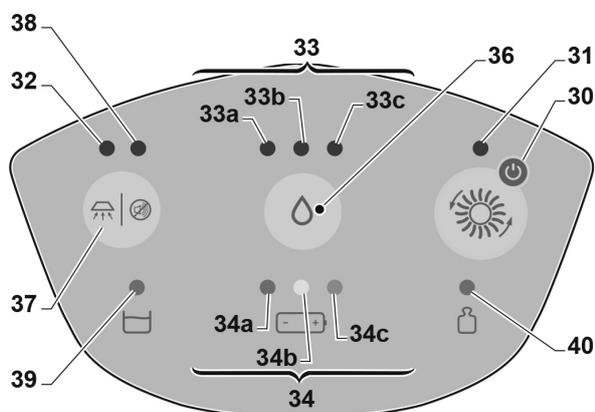

Abb. 13: Bedienfeld
## 9.2 Bedienfeld (Abb. 13)
### Starttaster (Pos. 30, Abb. 13)
Wenn Sie den Starttaster drei Sekunden lang gedrückt halten, lässt er die Spannungsversorgung der Stromkreise zu; die LED (Pos. 31, Abb. 13) leuchtet und zeigt an, dass das Kabel angeschlossen ist, die LED (Pos. 32, Abb. 13) für die Einstellung des Saugerbetriebs leuchtet, die LED (Pos. 33a, Abb. 13) für die Einstellung der Wasserversorgung leuchtet, und eine der LED (Pos. 34, Abb. 13), die den Ladezustand der Batterie anzeigt, leuchtet.
Nach 5 Minuten Stillstand schaltet die Maschine automatisch ab; Sie müssen wieder den Taster (Pos.30, Abb. 13) drücken, um sie erneut zu starten.
### Wasserversorgungstaster (Pos. 36, Abb. 13)
Wenn Sie diesen Taster betätigen, kann die Wassermenge, die während des Arbeitszyklus bis zum Abstellen der Versorgung zugeführt wird, durch Schalten von einer Menge zur anderen eingestellt werden; die Menge wird durch eine der LED (Pos. 33, Abb. 13), die anfängt zu leuchten, angegeben.
Die Wasserzuführung kann durch Betätigung des Tasters (Pos. 36, Abb. 13) bis zum Erlöschen aller LED (Pos. 33, Abb. 13) abgestellt werden.
### Sauger-Taster (Pos. 37, Abb. 13)
Schritt 1: Beim Start der Maschine ist der Sauger auf Standardbetrieb eingestellt und die LED (Pos.32, Abb. 13) leuchtet.
Schritt 2: Durch Betätigung des Tasters (Pos. 37, Abb. 13) kann vom Normalbetrieb in den geräuscharmen Betrieb bis zum Abschalten des Saugers geschaltet werden.
Die leuchtende **LED Pos. 32** auf der Abb. 13 zeigt den Normalbetrieb an.
Die leuchtende **LED Pos. 38** auf der Abb. 13 zeigt den geräuscharmen Betrieb an.
Wenn die **LED Pos. 32** und **Pos. 38** auf der Abb. 13 nicht leuchten, es bedeutet, dass die Scheuersaugmaschine abgeschaltet ist.
### LED-Anzeige (Pos. 39, Abb. 13) - maximaler Füllstand des Rückwassers
Diese LED-Anzeige leuchtet dann, wenn der Füllstand im Rückwassertank den Höchststand erreicht hat; bei Erreichen des Höchststands zeigt die leuchtende LED (Pos. 39, Abb. 13) das Abschalten der Maschine an.
### LED-Anzeige (Pos. 34, Abb. 13) - Ladezustand der Batterie
Die LED (Pos.34, Abb. 13) zeigen den Ladezustand der Batterie an.
### LED-Anzeige (Pos. 40, Abb. 13) - übermäßiger Druck der Bürste